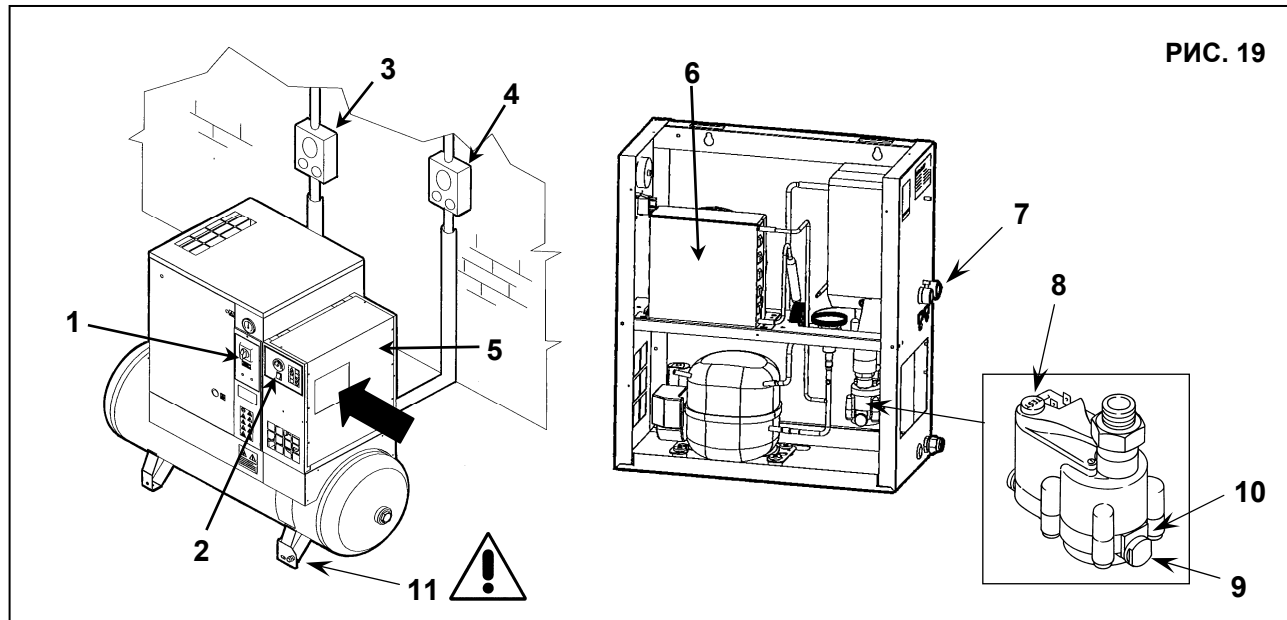

РИС. 19
Автоматический и ручной (Поз. 8 и поз. 11, Рис. 19) сброс конденсата должны проверяться через каждые 500 часов работы или раз в месяц.
Очистку конденсатора необходимо выполнять ежемесячно (поз. 6, Рис. 19).
- Выключите установку, переведя разъединитель, поз. 1, Рис. 19, в положение "OFF".
- Нажмите кнопочный выключатель поз. 2, Рис. 19 (при его наличии на осушителе)
- Снимите панель, поз. 5, рис. 19.
- Очистите ребра конденсатора, поз. 6, Рис. 19, сжатым воздухом (см. Рис. А). **ЗАПРЕЩАЕТСЯ ИСПОЛЬЗОВАТЬ ВОДУ ИЛИ РАСТВОРИТЕЛИ.**
- Закройте панель, поз. 5, Рис. 19.
15.8 ОЧИСТКА ГРЯЗЕСБОРНОГО ФИЛЬТРА ОСУШИТЕЛЯ (поз. 9 - 10, Рис. 19)
- Закройте кран, поз. 7, рис. 19
- Выключите установку, переведя разъединитель, поз. 1, Рис. 19, в положение “OFF”.
- Нажмите кнопочный выключатель поз. 2, Рис. 19.
- Выключите автоматический дифференциальный переключатель питания, поз. 3 (для винтового компрессора) и поз. 4 (при наличии осушителя), Рис. 19.
- Сбросьте давление в осушителе и резервуаре, открыв клапан выпуска конденсата, поз. 11, Рис. 19.
- Снимите ограничитель, поз. 9, Рис. 19.
- Снимите фильтр, поз. 10, Рис. 19.
- Очистите фильтр, поз. 10, Рис. 19, струей воздуха, направляя ее изнутри наружу